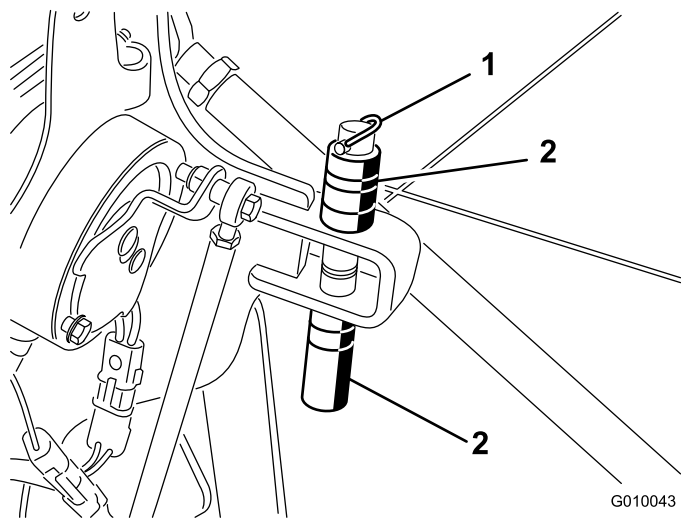

Bild 28
1. Entfernen Sie den Klapstecker, mit dem die Distanzstücke und die Tiefenstifte befestigt sind (Bild 28).